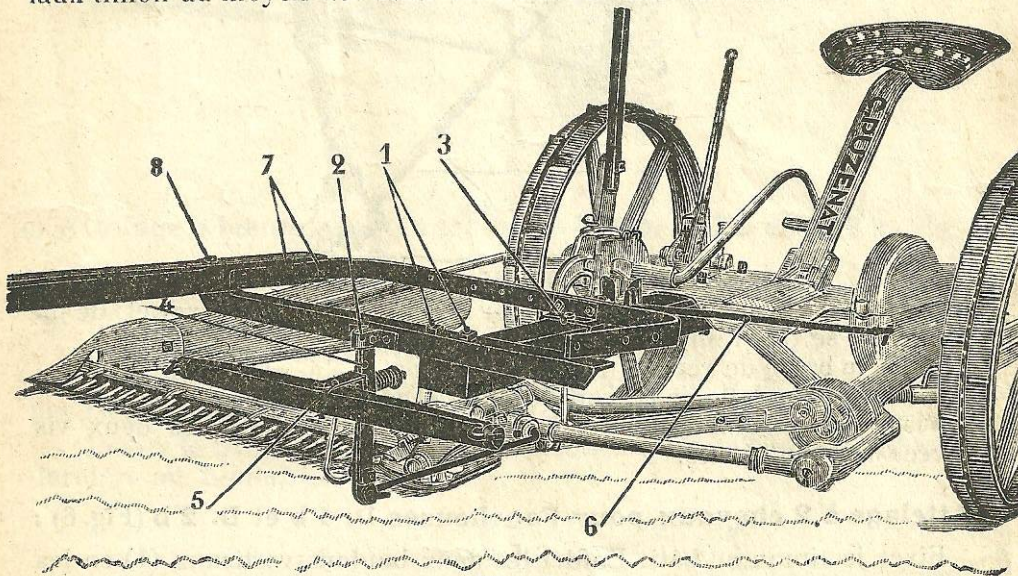

Fig. 4
b) Attelage à 1 cheval pour Faucheuse D. 2 b (Fig. 4) :